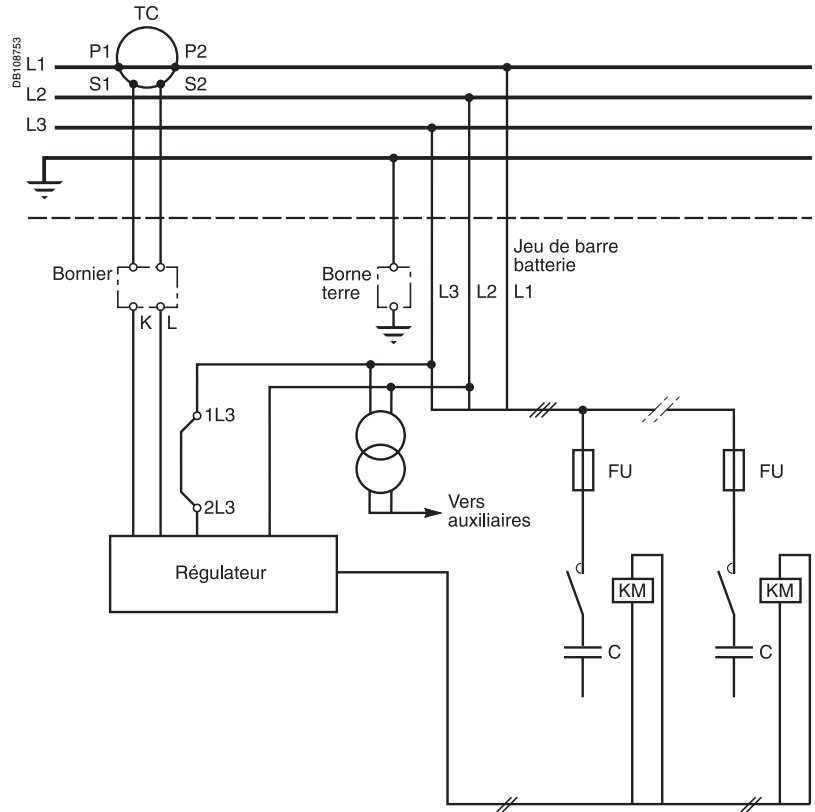

Fig. 4 : schéma électrique de principe, coffrets type standard.
Le raccordement électrique se fait selon les schémas électriques, (page 4, fig. 4 et 5)
- raccorder les informations en provenance du TC, S1 sur la borne K et S2 sur la borne L du bornier (fig. 4, 5 et 6).
- ouvrir ce circuit pour insérer un contact normalement fermé provenant de l'installation (voir page 4 fig. 4).